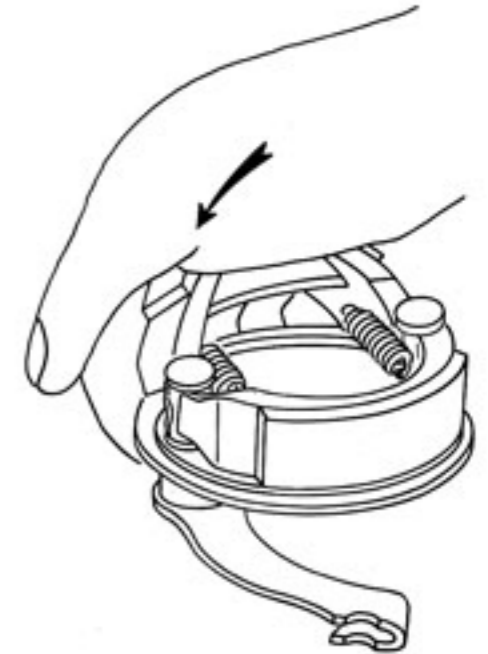

Fig. 3
- Mettre en place une mâchoire, l'autre restant en position verticale, en appui sur la came et le point fixe (Fig. 3).
- Appuyer sur la mâchoire pour lui faire prendre sa place (Fig. 3).